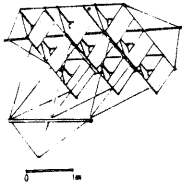

Abb.3
4) Conyne als doppelt- oder dreifach-Kasten, Erfinder S.J. Conyne/USA, 1902 (Abb. 3)